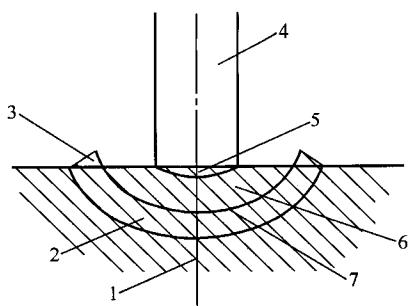
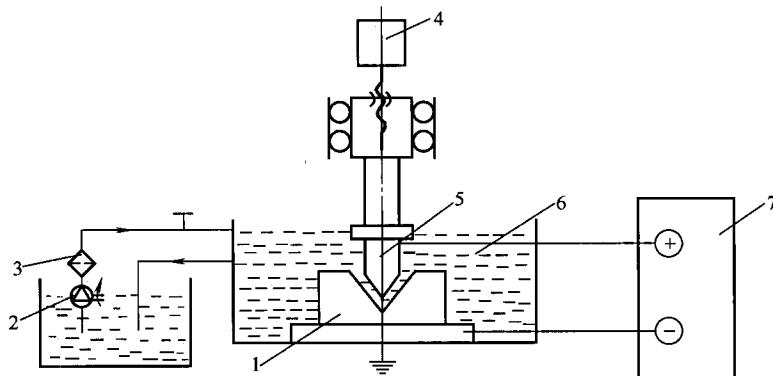

图 1-1 单个脉冲放电痕剖面放大示意图
图 1-2 电火花加工原理示意图
小的凹坑（见图 1-1）。这样不断的放电加工，使工件不断的被蚀除，实现金属材料的尺寸加工。满足被加工工件质量要求的加工方法称为电火花加工。实现电火花加工，必须解决下列关键技术。
(1) 放电间隙 必须使工具电极和工件被加工表面之间经常保持一定的放电间隙。这一间隙随加工条件而定，一般约为几微米至几百微米。如果间隙过大，极间电压不能击穿极间介质，就不会产生火花放电。如果间隙过小，就很容易形成短路接触，同样也不能产生火花放电。所以在电火花加工过程中必须具有工具电极的自动进给和调节装置。
(2) 脉冲放电 火花放电必须是瞬时的脉冲放电。放电延续一段时间后，需停歇一段时间，放电延续时间一般为 $1\sim 1000\mu s$ 。这样才能使放电所产生的热量来不及传导扩散到其余部分，把每一次的放电蚀除点分别局限在很小的范围内；否则，会像持续电弧放电那样，使表面烧伤而无法用作尺寸加工。因此，接在工具电极和工件电极间电火花加工用的电源必须采用脉冲电源。
(3) 工作液 火花放电必须在有一定绝缘性能的液体介质中进行，例如煤油、乳化液、去离子水等。这类液体介质又称工作液，它们必须具有较高的绝缘强度 ($10^3\sim 10^7 \Omega \cdot cm$)，以有利于产生脉冲的火花放电。同时，工作液还能把电火花加工过程中产生的金属微粒、炭黑等电蚀产物从放电间隙中排除出去，并且对电极和工件表面有较好的冷却作用。
(4) 机床设备 要想实现电火花加工必须具备一定的机床设备。图 1-2 为电火花加工原理示意图，工件 1 与工具电极 5 分别与脉冲电源 7 的两输出端相联接。自动进给调节装置 4（此处为电动机及丝杆螺母机构）使工具电极和工件间经常保持一个很小的放电间隙，当脉冲电压加到两极之间，便在当时条件下相对某一间隙最小处或绝缘强度最低处击穿介质，在该局部产生火花放电，瞬时高温使工具电极和工件表面都蚀除掉一小部分金属，各自形成一个小凹坑（见图 1-1）。此次脉冲放电结束后，经过一段间隙时间（即脉冲间隔 t_0 ），使工作液恢复绝缘后，第二个脉冲又加到两极上，又会在极间距离相对最近或绝缘强度最弱处击穿放电，又电蚀出一个小凹坑。这样以相当高的频率，连续不断地重复放电，工具电极不断地向工件进给，就可将工具的形状反向复制在工件上，加工出所需要的零件，整个加工表面是